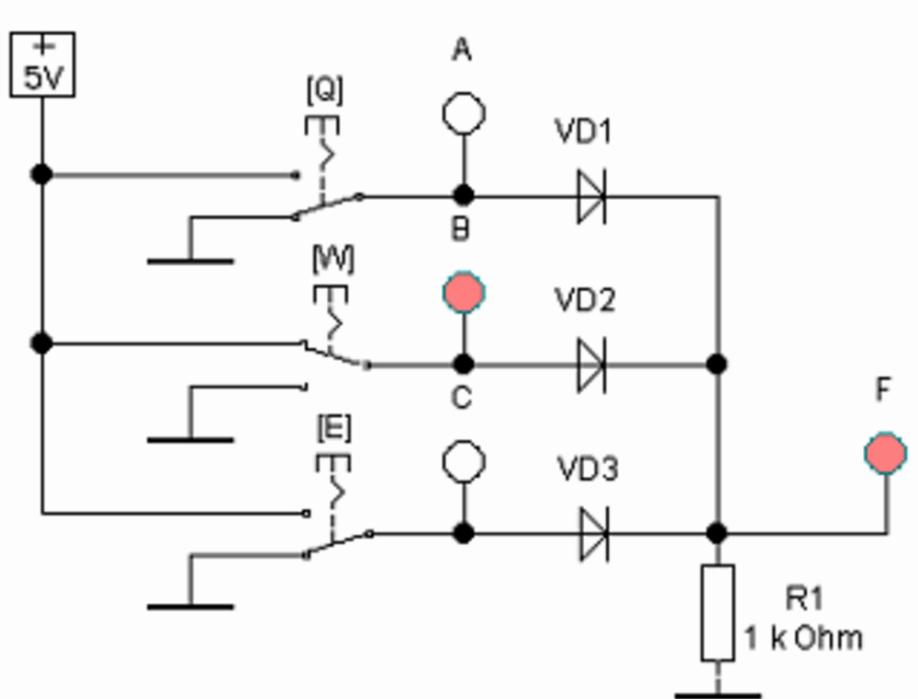

Рис. 4 – Схема для исследования логического элемента ИЛИ
6. Собрать схему логического элемента ИЛИ, изображенную на рис. 4.